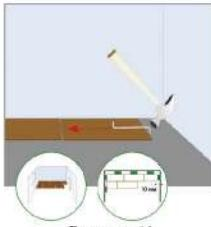

Рисунок 13
- Для монтажа последней доски, примыкающей к стене, используется струбцина. Она позволяет без труда осуществить соединение с предыдущей панелью (см. рис. 13).